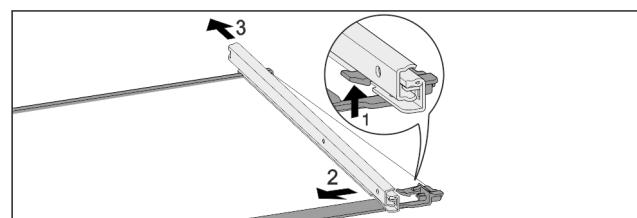

Fig. 84 Sklenená doska s koľajničkami
- Potlačte predný západkový hák nahor. Fig. 84 (1)
- Odsuňte vyťahovaciu koľajničku do strany Fig. 84 (2) a dozadu Fig. 84 (3).